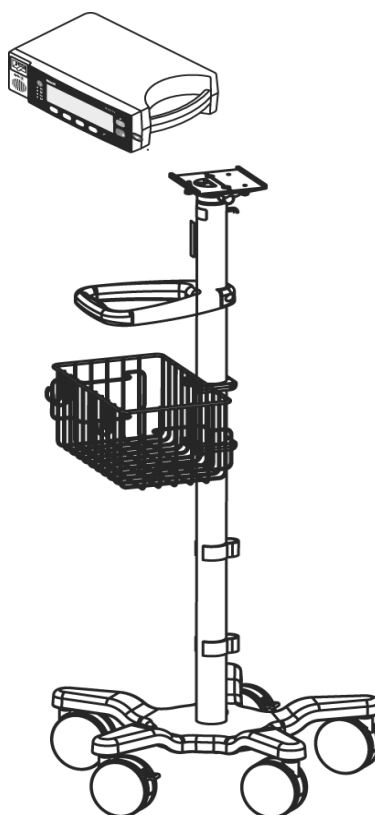

Figura 9: Soporte con ruedas GCX
- Soporte con ruedas GCX. Consulte Figura 9 en página 134.
El soporte con ruedas GCX se ajusta a la placa de montaje GCX del N-600x, tal como se muestra en la Figura 9. Para obtener instrucciones adicionales para conectar el soporte con ruedas GCX, consulte las instrucciones de uso ilustradas que incluye el soporte con ruedas GCX.